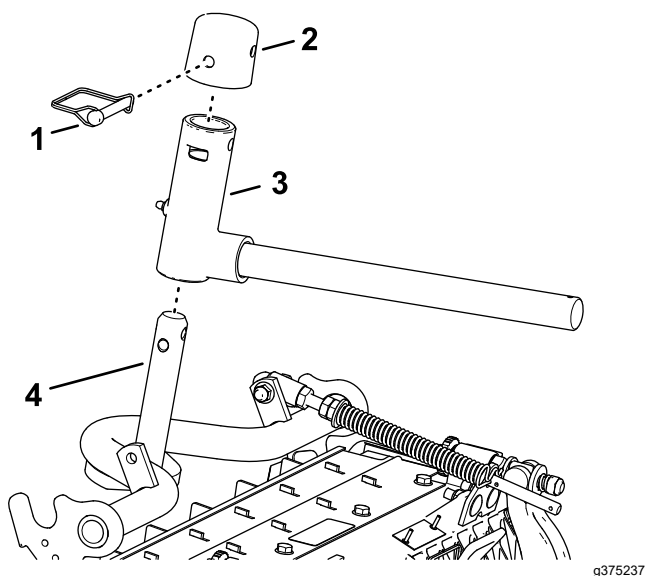

Figura 28
2. Montai furca braului de ridicare pe arborele cadrului de susinere (**Figura 28**).